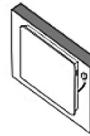

Fig. 3
3. Allineare il pannello di riscaldamento con il telaio, le estremità sporgenti del telaio devono inserirsi nei fori del pannello. (Fig. 3)